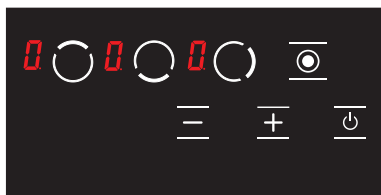

Abbildung 19
3. Auf dem gesamten Bildschirm erscheint das Symbol **H**. (siehe Abb. 19) Wenn eine heiße Kochplatte vorhanden ist, werden die Symbole **H** und **H** abwechselnd auf dem Bildschirm angezeigt.